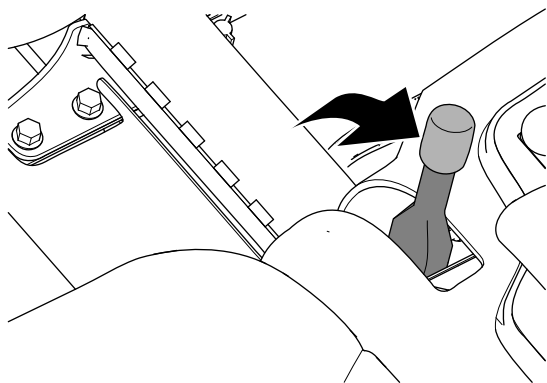

Рисунок 30
2. Включите стояночный тормоз (Рисунок 30).